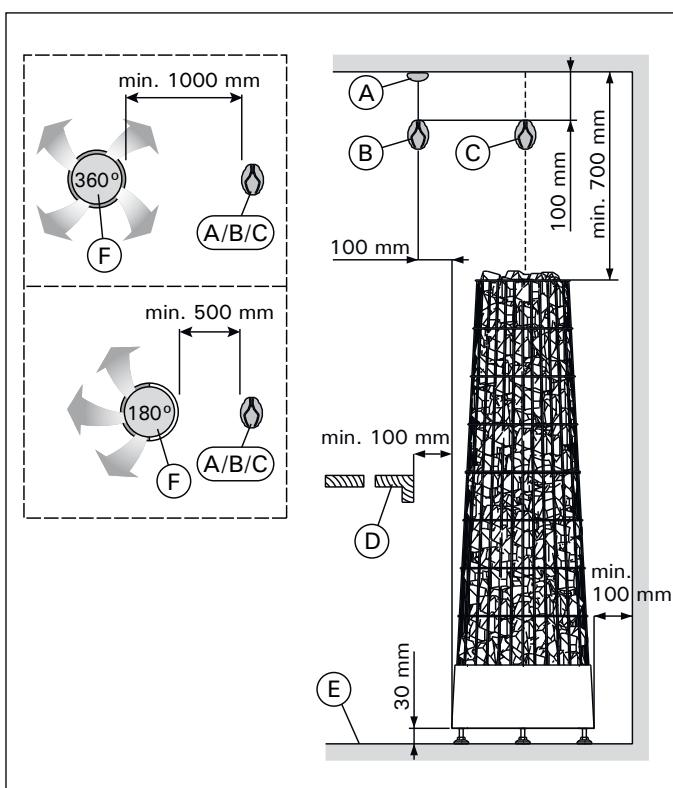
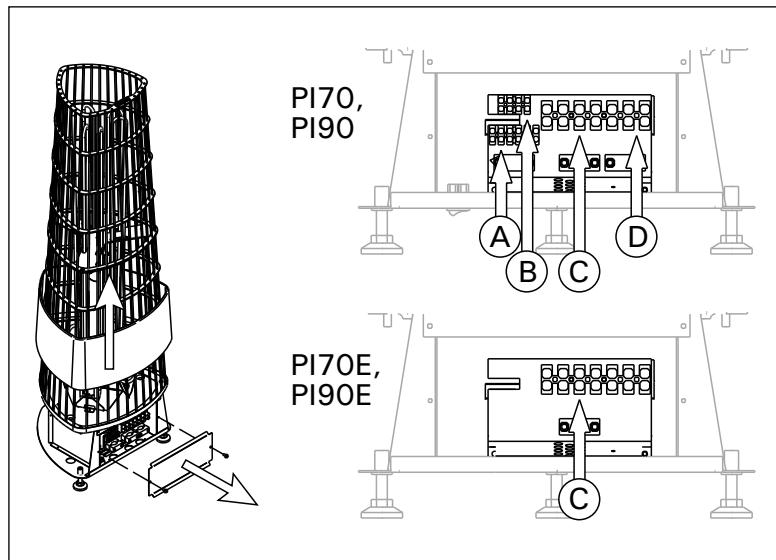

Рисунок 5. Расположение и безопасные расстояния
Рисунок 7. Разъемы нагревателя
Минимальные безопасные расстояния показаны на рис. 5. При установке каменки обязательно соблюдение указанных значений. Несоблюдение указанных значений влечет за собой риск возгорания.
Элементы, представленные на рис. 5:
Разъемы нагревателя (рис. 7):
- PI:** Установите датчик на стену сауны, как показано на рис. 5. Вставьте кабель датчика в разъем нагревателя по принципу цветового соответствия (рис. 7: B).
- PI-E:** Установите датчик на стену сауны, как показано на рис. 5.
Внимание! Не устанавливайте датчик на расстоянии менее 1000 мм от ненаправленного вентилятора или на расстоянии менее 500 мм от вентилятора, действующего в направлении от датчика. См. рис. 5. Поток воздуха вблизи датчика охлаждает датчик и приводит к неточности показаний устройства управления. В результате возможен перегрев каменки.
- Вставьте свободный конец кабель управления в разъем нагревателя по принципу цветового соответствия (рис. 7: A).